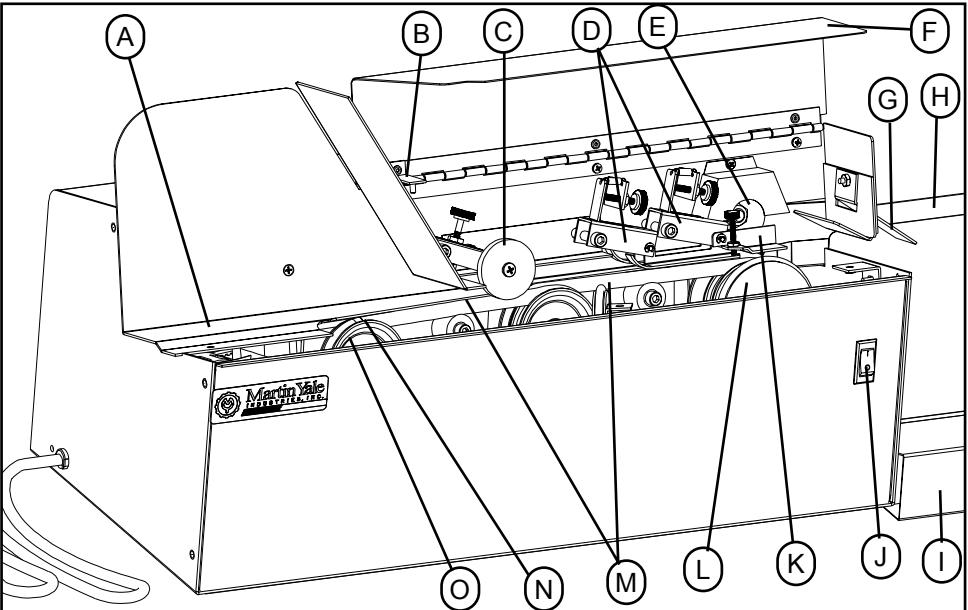
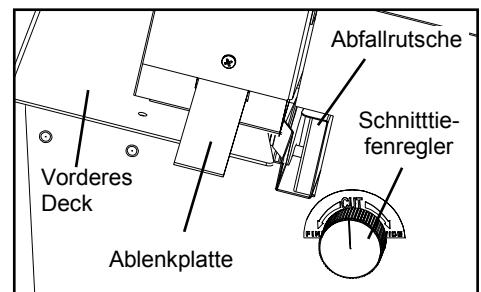

Abbildung 1
Abbildung 2
- * Beachten Sie die doppelten Spiralförderbänder (M, siehe Abb. 1). Durch ihre spiralförmige Bewegung gegen den Uhrzeigersinn werden die Umschläge gegen die Rückplatte gestaucht, um Präzisionsschlitz zu ermöglichen. Beachten Sie, dass das Band links schärfer abgewinkelt ist. So werden die Umschläge für die Zufuhr nach rechts vorbereitet.
- * Das Transportrad (ohne Abbildung), ein weiteres Merkmal des Modell 62002, stellt zusätzlich sicher, dass übergroße Umschläge innen auf das vordere Deck befördert werden (Abb. 2).
- * Das Rückhalterad (C) verhindert ladesseitigen Papierstau. Es wird mit Federkraft betrieben. Je dicker der Umschlag, desto größer der Druck, der vom Rückhalterad ausgeübt wird. So wird effektiv verhindert, dass mehr als ein Umschlag auf einmal zugeführt wird.
Selbstschärfende Klingen aus Präzisionsstahl (E) schneiden eine maßhaltigen Streifen von jedem Umschlag ab, gleich ob dieser mit der Vorderseite nach oben oder unten eingeführt wurde. Der Schnittiefenregler auf der rechten Seite (siehe Abb. 2) reguliert die Klinge und ermöglicht dem Anwender, die Schnitttiefe zwischen breit und fein zu verstetzen.
Bei den meisten Brieföffnungsanlagen ist das Innere erst nach Abnahme der gesamten Betriebseinheit zugänglich. Das Modell 62002 hat dagegen ein einzigartiges, geteiltes Deck um dieses Problem zu lösen. Das Deck ist längs in zwei Hälften geteilt, die vordere (siehe Abb. 2) und hintere Hälfte. Die vordere Hälfte ist abnehmbar und vereinfacht so Reinigung, Inspektion und Reparatur des Inneren des Brieföffners.
Diese Installation ist nur einmal durchzuführen. Entnehmen Sie das Plastikpaket dem Versandkarton. Dieses Paket enthält die nickelbeschichtete Ablenkplatte und die passende Schraube. Einfach wie abgebildet außen festschrauben. (Siehe Abb. 2)
Der Auffangbehälter befindet sich auf der Ausgangsseite des Falzers, um die behandelten Umschläge, die von der Maschine ausgeworfen werden, aufzufangen (Positionierung siehe Abb. 1). Der Abfallbehälter liegt in einer schmalen Aussparung des Auffangbehälters. Die gesamte Einheit wird dann so ausgerichtet, dass die innere vordere Wand des Abfallbehälters gegen den vorderen Rand der vorstehenden Lippe der Abfallrutsche stößt. (Siehe Abb. 2).
Regeln Sie die gewünschte Schnitttiefe am Schnitttiefenregler (Abb. 2) von breit nach fein. Der Schnitt sollte tief genug sein, um Umschläge sauber zu öffnen, aber fein genug, um sicherzustellen, dass die Klinge nicht mit Inhalten wie Schecks oder Zahlungsanweisungen usw., oder Münzen, Heft- oder Briefklammern in Berührung Vergewissern Sie sich, dass der Brieföffner Modell 62002 abgeschaltet ist, also der Netzschatz auf „O“ steht. Stecken Sie das Stromkabel in eine geeignete Netzsteckdose.
- * La ruota del trasportatore (non illustrata in figura), un'altra caratteristica del Modello 62002, agisce come ulteriore protezione per garantire che le buste di dimensioni eccessive vengano trasportate in avanti sul coperchio frontale (fig. 2).
- * Il volantino di ritenzione (C) impedisce intasamenti sull'estremità di carico. Poiché esso è caricato a molla, tanto più voluminosa è la busta, quanto maggiore è la pressione esercitata dal volantino di ritenzione. Ciò impedisce in modo efficace l'accesso contemporaneo di più buste al gruppo successivo.